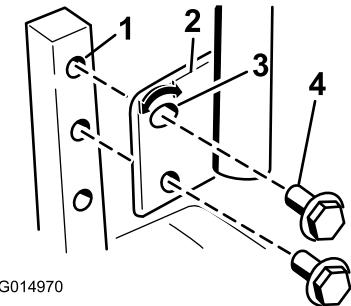

Bild 24
1. Entfernen Sie die zwei Schrauben, mit denen der Schalthebel an der Steuerarmwelle befestigt ist (Bild 24).
3. Befestigen Sie den Hebel mit den zwei Schrauben (Bild 24).
2. Lösen Sie die untere Schraube genug, um den Schalthebel nach vorne oder hinten zu drehen (Bild 24). Ziehen Sie beide Schrauben fest, um den Schalthebel in der neuen Stellung zu arretieren.